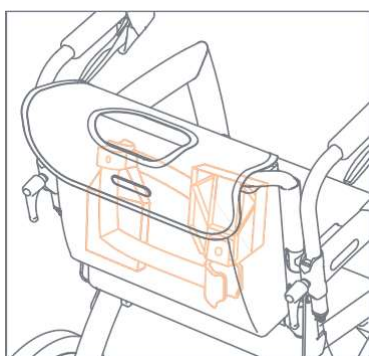

Figura 55: Almacenamiento de reposapiés en espejo.
- a. Retire los reposapiés. Deslice los reposapiés hacia arriba hasta que se suelten de los soportes de los reposapiés. Vuelva a colocarlos en la bolsa del paquete silla de ruedas Rollz, reflejados entre sí (**Figura 55**).